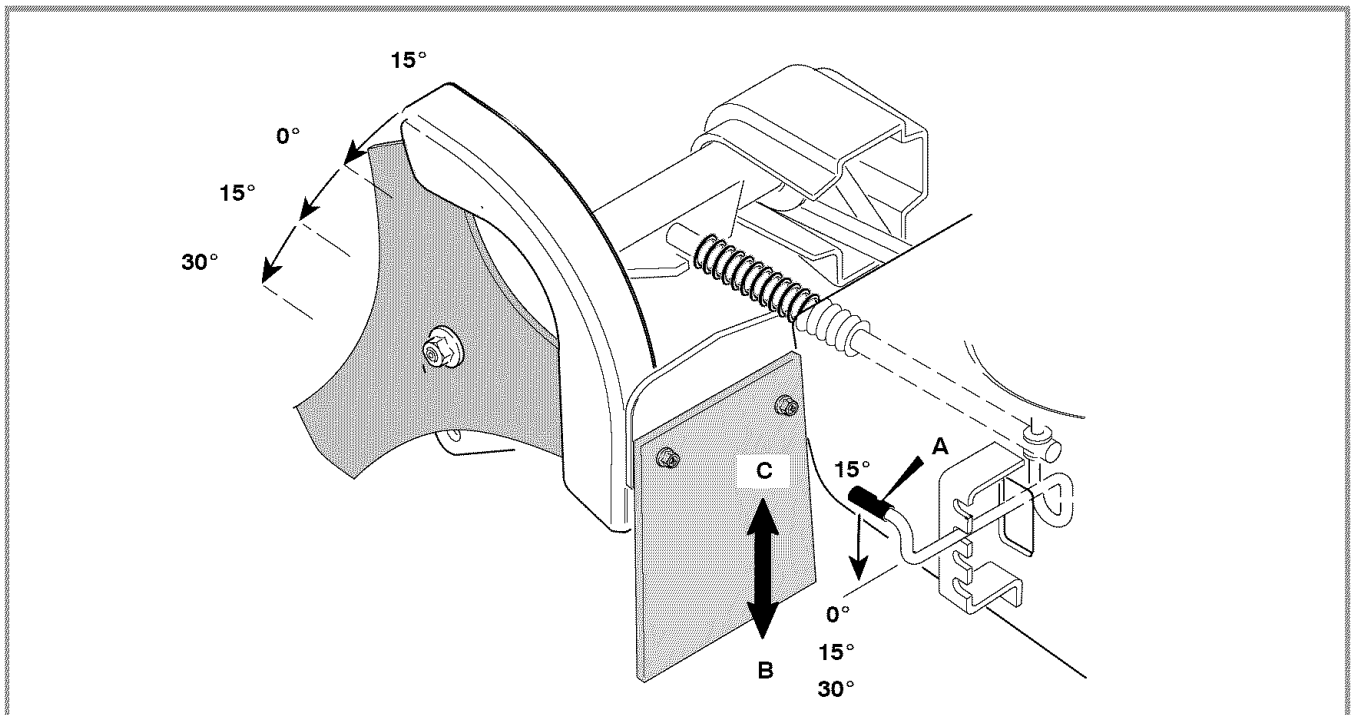

Figura 12: Palanca guía
- 3 Para efectuar un corte vertical (C), coloque la palanca guía en la posición (0°) Ver Figura 12.
- 4 Para efectuar un corte en ángulo (B), coloque la palanca guía en una de las posiciones de corte en ángulo (15°, 30°, 45°). Ver Figura 12.